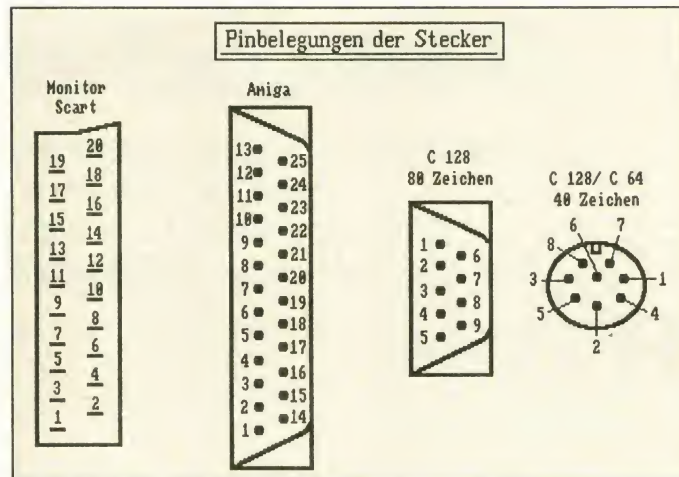

Bild 7. Pinbelegung der Stecker am Monitor, Amiga und C 64/C128
Hier ist eine Kontakt als Öffner (E) und der andere Kontakt als Schließer (e) anzuklemmen. Bild 7 zeigt die Pinbelegung der Stecker.